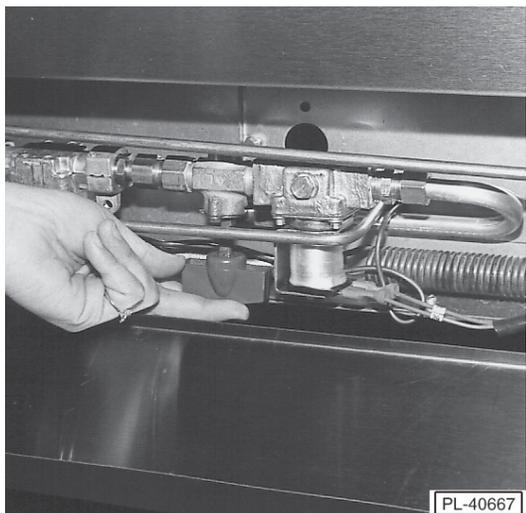

Fig. 21
2. Régler le robinet de gaz rouge (derrière le panneau inférieur) à ON (marche) pour évacuer tout l'air contenu dans la conduite de gaz (Fig. 21). Fermer le robinet de gaz et éteindre l'interrupteur général. Fermer la porte de four.